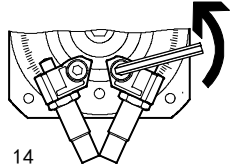

Fig. 14
4. 拧松缓冲器支架的固定螺钉（Fig. 14）。要移动缓冲器支架，只需松开固定螺钉，直到缓冲器支架刚刚可动即可。